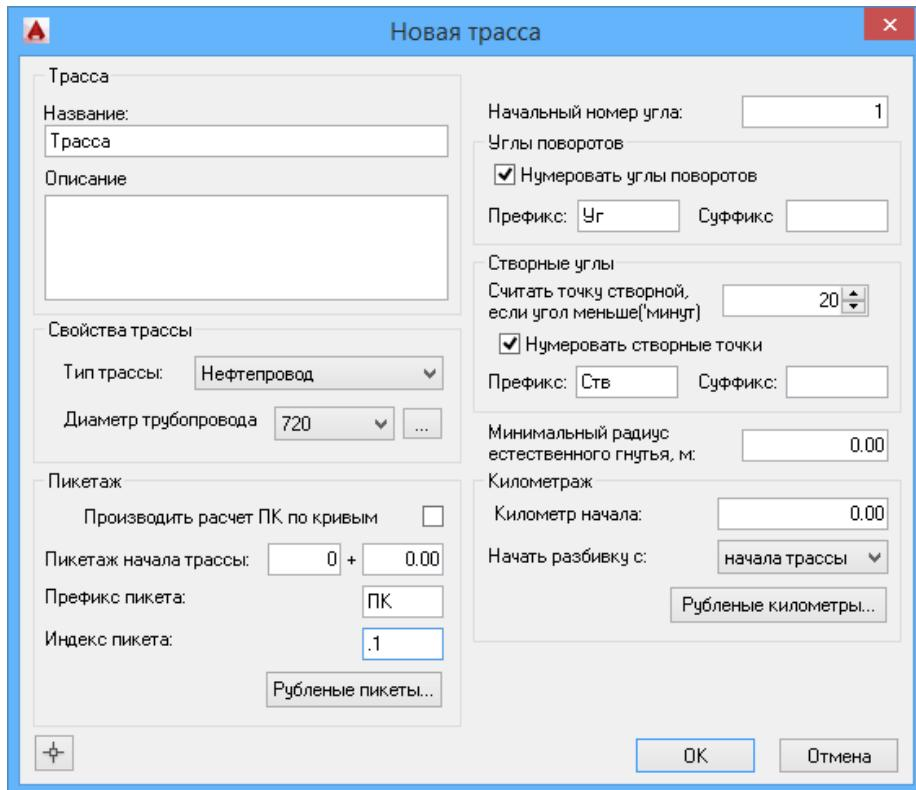

Рис. 22 Диалоговое окно создания новой трассы.
3. В диалоговом окне *Новая трасса* (см. рис. 22) ввести название трассы, указать тип трассы (нефтепровод, водопровод, газопровод, дорога, ЛЭП, кабель, геологических разрез, поперечный разрез), задать диаметр (для трассы трубопровода).
6. Указать другие параметры трассы и нажать OK (см. рис. 22)